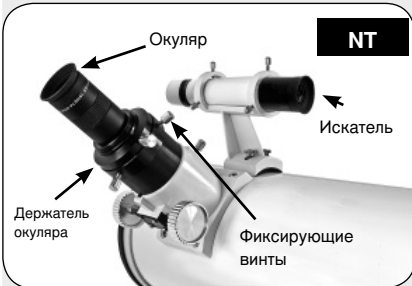

Рис. 10a: Вставьте окуляр в держатель окуляра и затяните фиксирующие винты
10. Вставьте окуляр. Для моделей NT – рис. 10a. Снимите пылезащитную крышку с держателя окуляра на модуле фокусера. Уберите пылезащитную крышку в футляр и наденьте ее обратно после окончания работы. Открутите винты окуляра (1, рис. 1a) и установите комплектный окуляр 25 мм (3, рис. 1a) в держатель окуляра. Для моделей AR – рис. 10b. Снимите пылезащитную крышку в футляр и наденьте ее обратно после окончания работы. Открутите винты окуляра (1, рис. 1b) и вдвиньте диагональную призму в держатель и затяните винты без усилия. Вставьте комплектный окуляр 25 мм (3, рис. 1b) в диагональную призму. Затяните винты держателя без усилия, чтобы закрепить окуляр на месте.